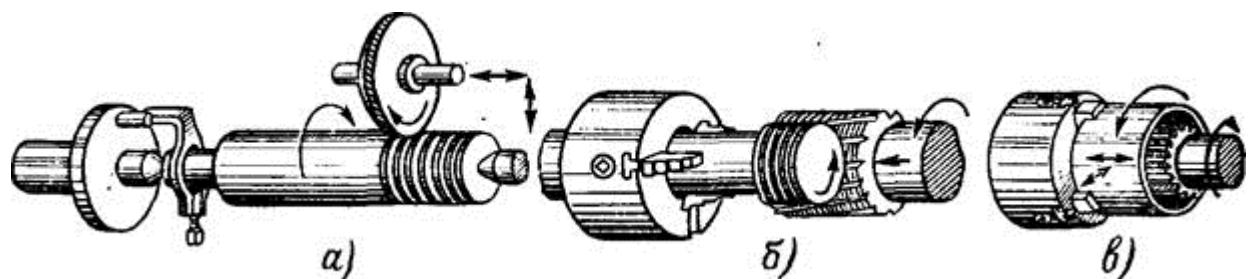

Рис. 13.3. Фрезерование резьбы фрезой: а — профильной; б, в — гребенчатой
- в) фрезерование резьбы (рис. 13.3);